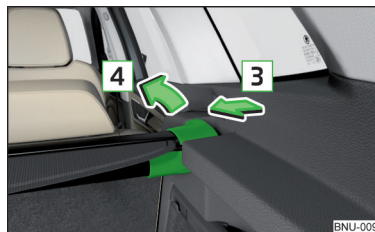

Fig. 147 Retirar la cubierta enrollable
- ▶ Presione en el lado de la barra transversal en la dirección de la flecha **3** y saque la cubierta en el sentido de la flecha **4** » fig. 147.